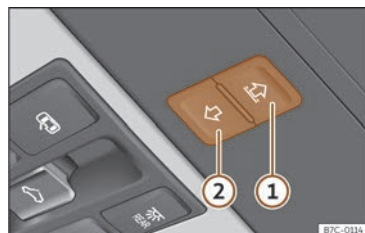

Fig. 62 En el revestimiento interior del techo: botón de función para manejar la cortinilla parasol.
- Si todavía no puede cerrarse, antes de que transcurran 5 segundos pulse la tecla >>> fig. 62 ② hasta que la cortinilla se cierre por completo. **¡La cortinilla se cierra sin que intervenga la función antiaprisionamiento!**